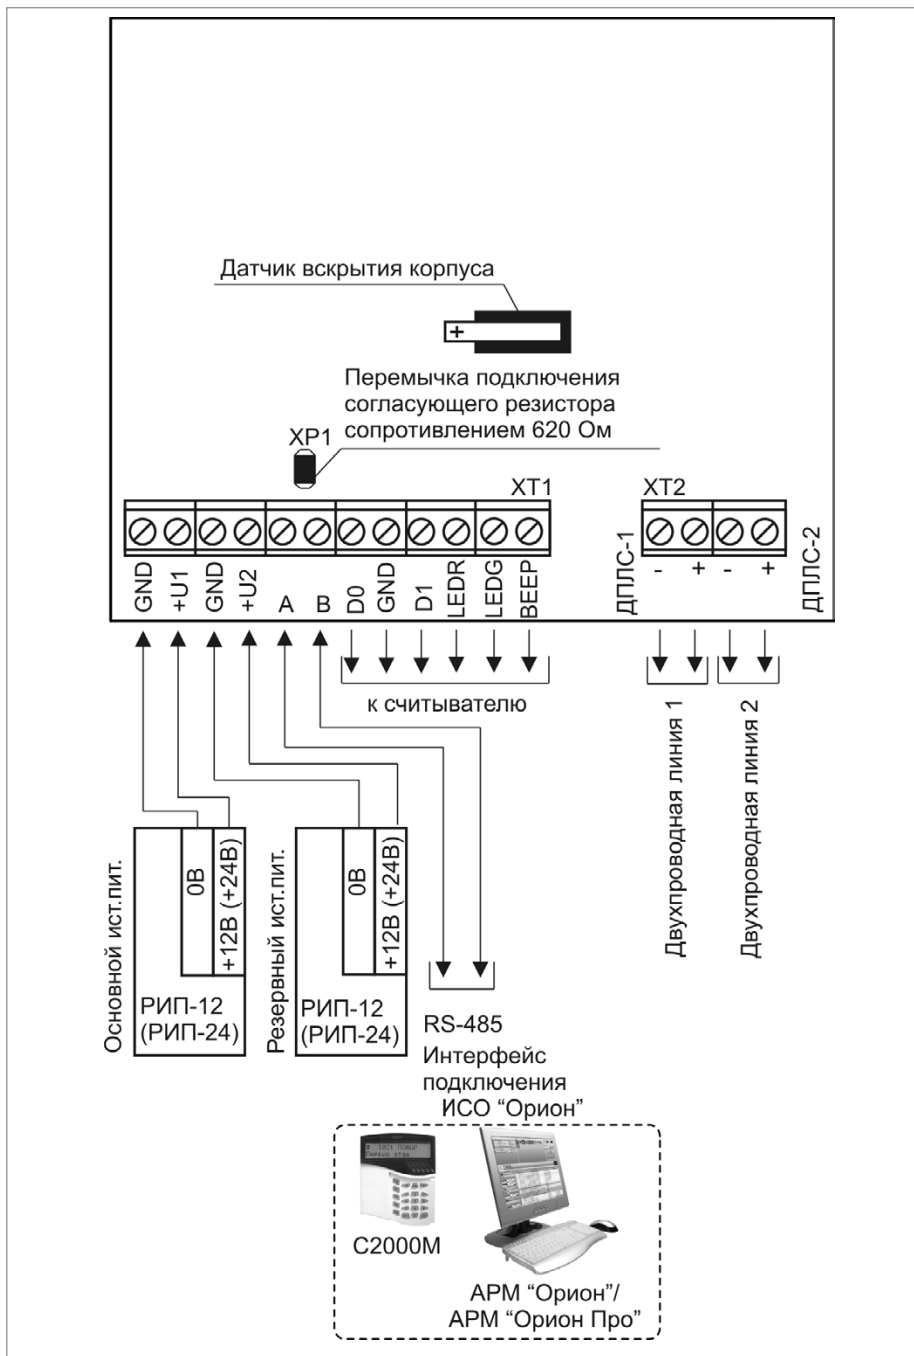

Рисунок 5. Схема внешних соединений «С2000-КДЛ»
1. Подключите соединительные линии в соответствии с проектной документацией и схемой на Рисунок 5.